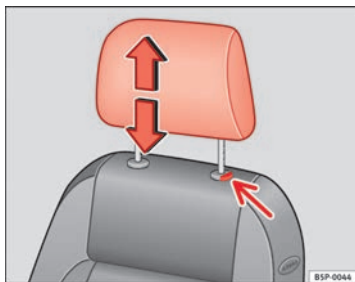

Abb. 94 Kopfstütze einstellen oder ausbauen
- Drücken Sie die Taste ⇒ Abb. 94 (Pfeil).